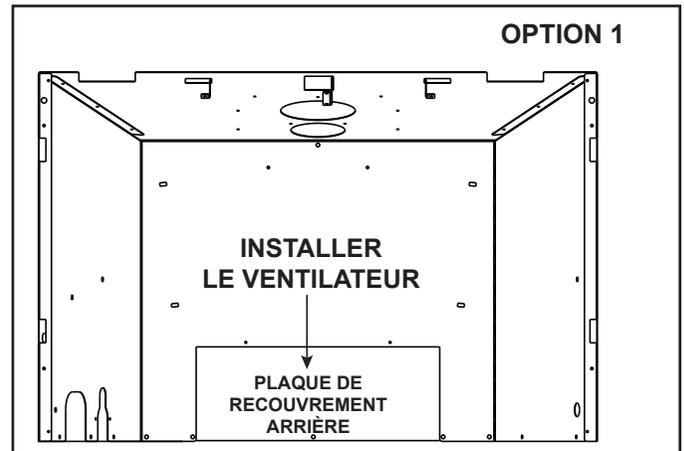

Figure 6.4 Couverture retiré (Option 1)
- Retirez les cinq vis de la plaque de recouvrement arrière. Voir la figure 6.4.